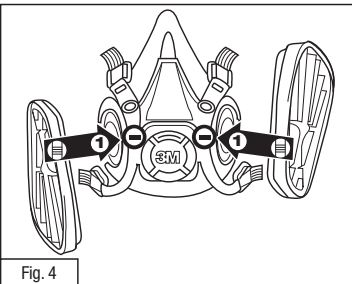

Fig. 4
- Aligner l'encoche située sur le bord de l'adaptateur 603 avec la marque située sur le masque comme l'indique l'illustration et appuyer l'adaptateur contre le masque (Fig. 4).
- Alinee la muesca en la orilla del adaptador 603 con la marca de la pieza facial, como se muestra, y empujelas juntas (Fig. 4).